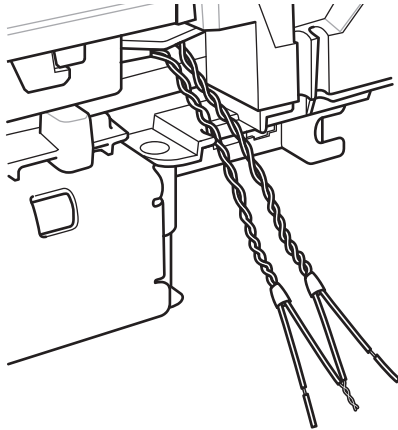

**Рис. 3-37** Завершенная установка
10. После завершения прокладки проводки положение левого и правого боковых кронштейнов и антенны должны соответствовать положению на Рис. 3-37.